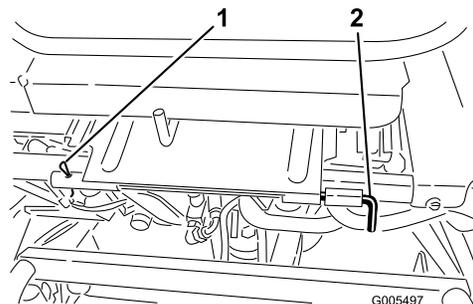

Figure 26
3. Abaissez le siège et retirez la goupille cylindrique qui fixe la tige de pivot du siège au cadre (**Figure 26**).